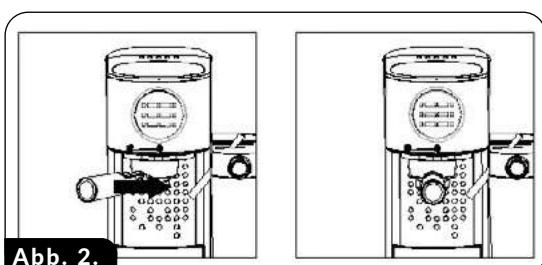

Abb. 2.
1. Siebträger (10) mit eingebautem Siebeinsatz (13) an der Siebträgeraufnahme (5) anbringen, sodass der Siebträgergriff (12) sich mit dem Symbol der offenen Vorhängevorrichtung im Vorderpaneel der Maschine abdeckt (Abb. 2).
2. Siebträgergriff (12) leicht nach rechts drehen, sodass er sich mit der geschlossenen Vorhängevorrichtung im Vorderpaneel der Espressomaschine abdeckt.
3. Die Demontage des Siebträgers und des Siebeinsatzes von der Espressomaschine erfolgt in umgekehrter Reihenfolge zur Montage, d.h. Siebträgergriff (12) leicht nach links umdrehen, Siebträger (10) von der Siebträgeraufnahme (5) herausnehmen, Siebeinsatz aus dem Siebträger entnehmen.